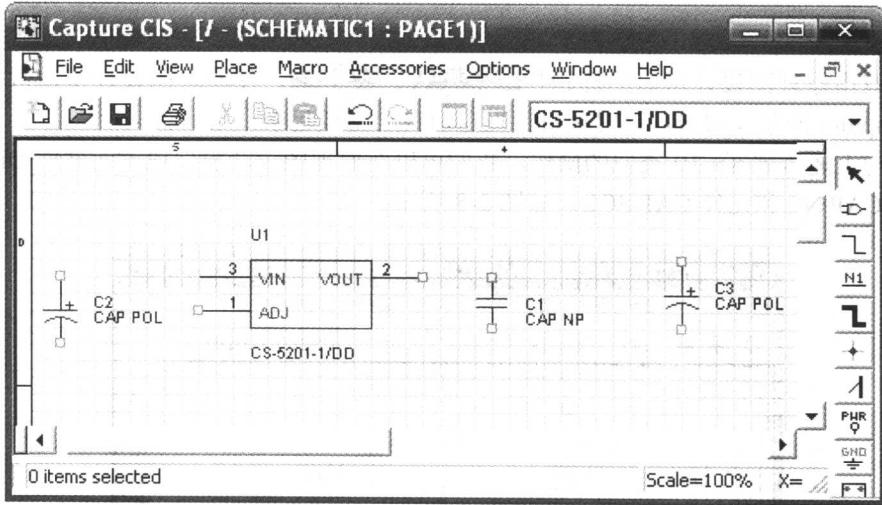

图 2-10 复制元件
15) 按 Ctrl+V 键, 电容 C2 的复制品就会粘在鼠标上, 在原理图设计窗口的合适地方单击鼠标左键, 这样就将电容 C2 复制到原理图设计窗口, 系统自动编号为 C3, 如图 2-10 所示。